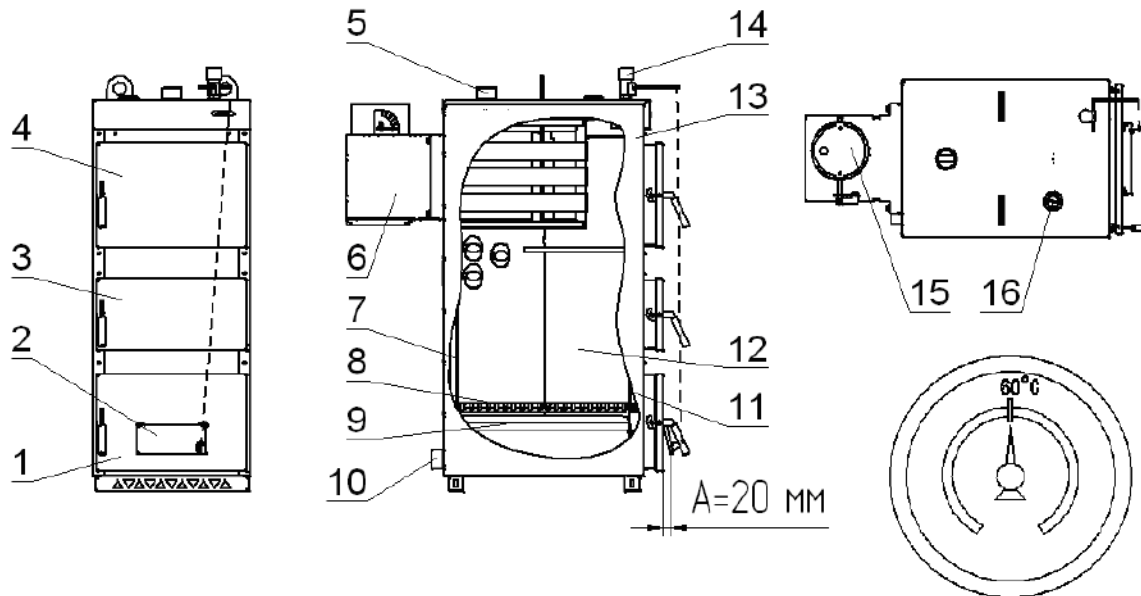

Рис. 1 Схема котла КС-Т-30р
9.1.1 Открыть шибер первичного воздуха 5 (рис. 1). Проверить наличие тяги в дымоходе поднесением полоски тонкой бумаги к щели между шиберам первичного воздуха 5 и шуровочной дверцей 4 (при наличии тяги полоска притягивается к щели).